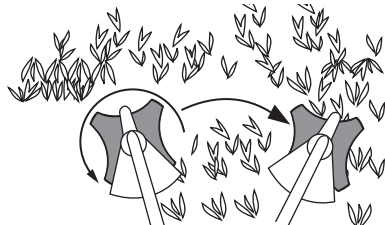

Fig. 27
- Balancez l'appareil de gauche à droite tout en pénétrant dans la zone à couper (Fig. 27).